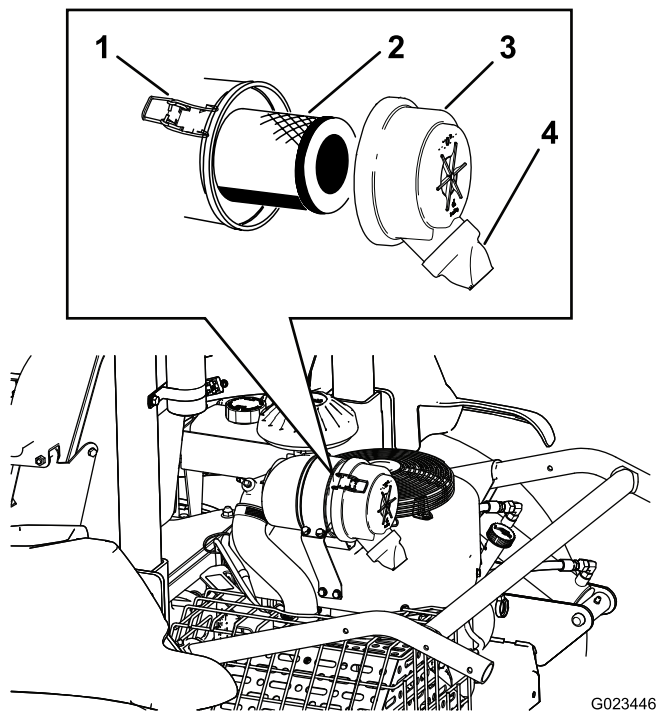

Figura 43
2. Abra los enganches que sujetan la tapa del limpiador de aire a la carcasa del limpiador de aire (Figura 43).